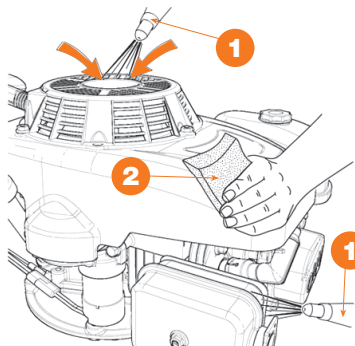

Рис. 23
- С помощью струи сжатого воздуха **1**, удалить с глушителя и его защиты любой горючий мусор и грязь (Рис. 23).